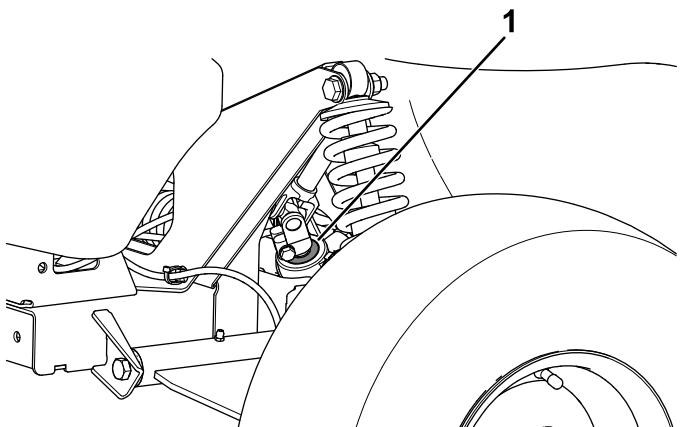

Figure 54
- Important:** Vérifier l'état et la fixation du joint de l'arbre de pignon (Figure 54).